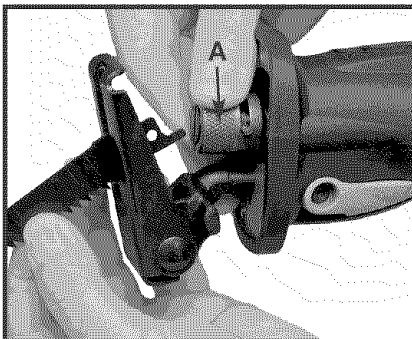
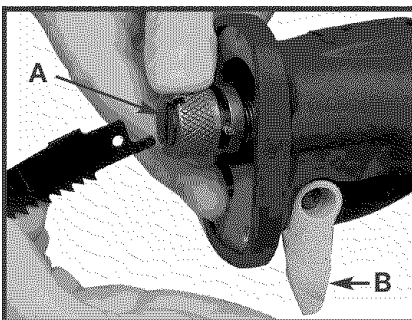

Fig. 2
Fig. 3
3. Para abrir el seguro de segueta: gire y sujete el collar de seguridad de la segueta (A) **Fig. 2** o **Fig. 3** en el sentido contrario a las manecillas del reloj (mirando la sierra por enfrente).
NOTA: La zapata de guía giratoria quick-change puede quitarse temporalmente para facilitar la instalación de la segueta. Suelte la palanca de fijación (B), **Fig. 3**, para quitar a la izquierda (consulte la sección de este manual Montaje y ajuste de la zapata de guía giratoria).